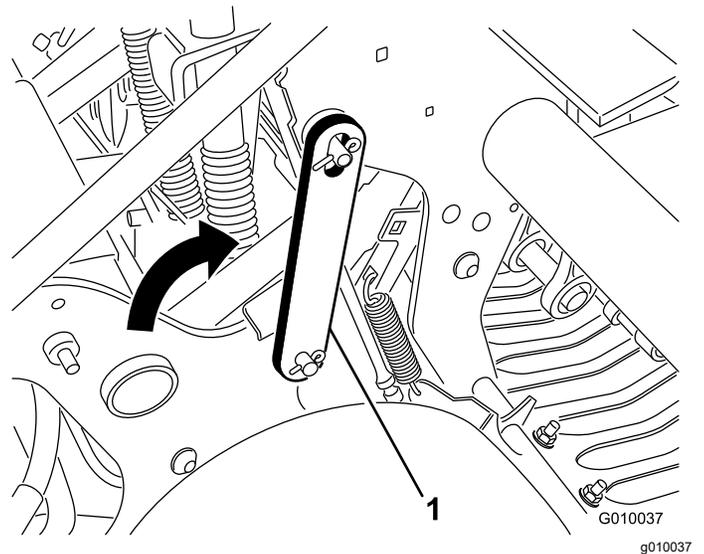

Figure 19
4. Faites pivoter le verrou de service en arrière et glissez-le sur la goupille de la tête d'aération (Figure 19). Fixez le verrou en place avec la goupille de blocage.